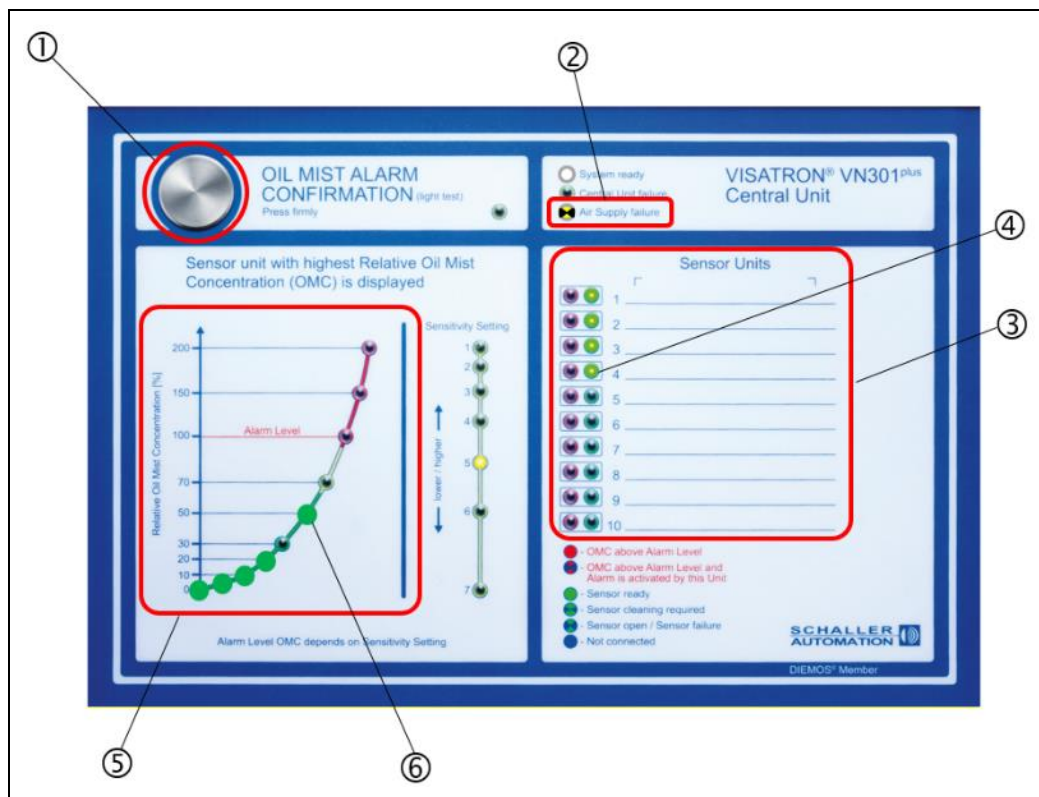

Abb.: 74 : Zentraleinheit VN301^{plus}: Einstellen des Versorgungsdruckes
4. Einstellen des Versorgungsdruckes auf 2,5 bar mittels Druckregler-Einheit [①] gemäß Abbildung 74:
- Blaue Einstellkappe [②] am Druckregler entriegeln, d. h. nach oben schieben
- Durch Drehen der blauen Einstellkappe [②] gegen den Uhrzeigersinn wird der Druck verringert, durch Drehen im Uhrzeigersinn erhöht.
- Blaue Einstellkappe [②] am Druckregler zur Verriegelung wieder nach unten drücken.